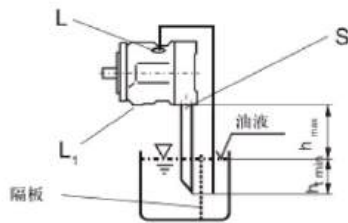

图4
B) 如最低油液面位于或低于泵的上界面；如图4所示对油口“L”和“S”进行布管，堵住油口“L1”。条件符合1.2.1。
高于油箱的安装参见下图4。条件符合1.2.1。